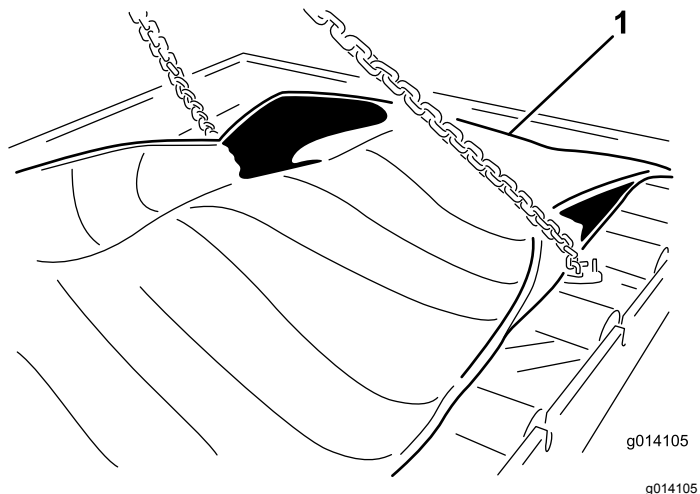

Figura 60
23. Retire los 24 pernos para liberar el casete (Figura 60).